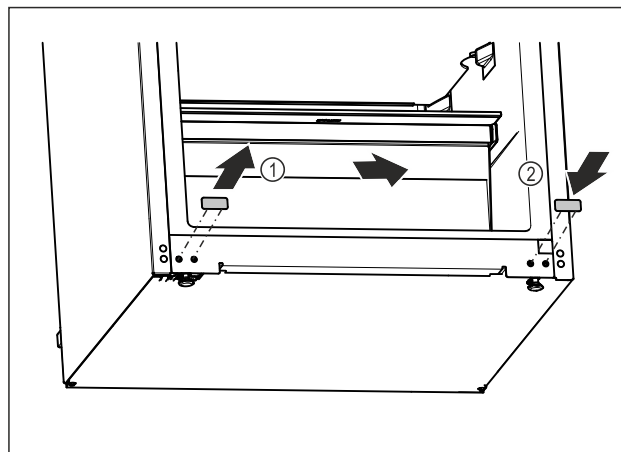

Fig. 20
- ▶ Витягніть заглишки. Fig. 20 (1)
- ▶ Вставте заглишки з протилежного боку. Fig. 20 (2)